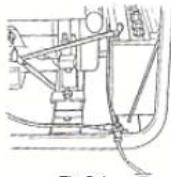

Fig 2.1
**Reliez le câble de mise à la terre à une installation de mise à la terre externe : voir figure 2.1.**